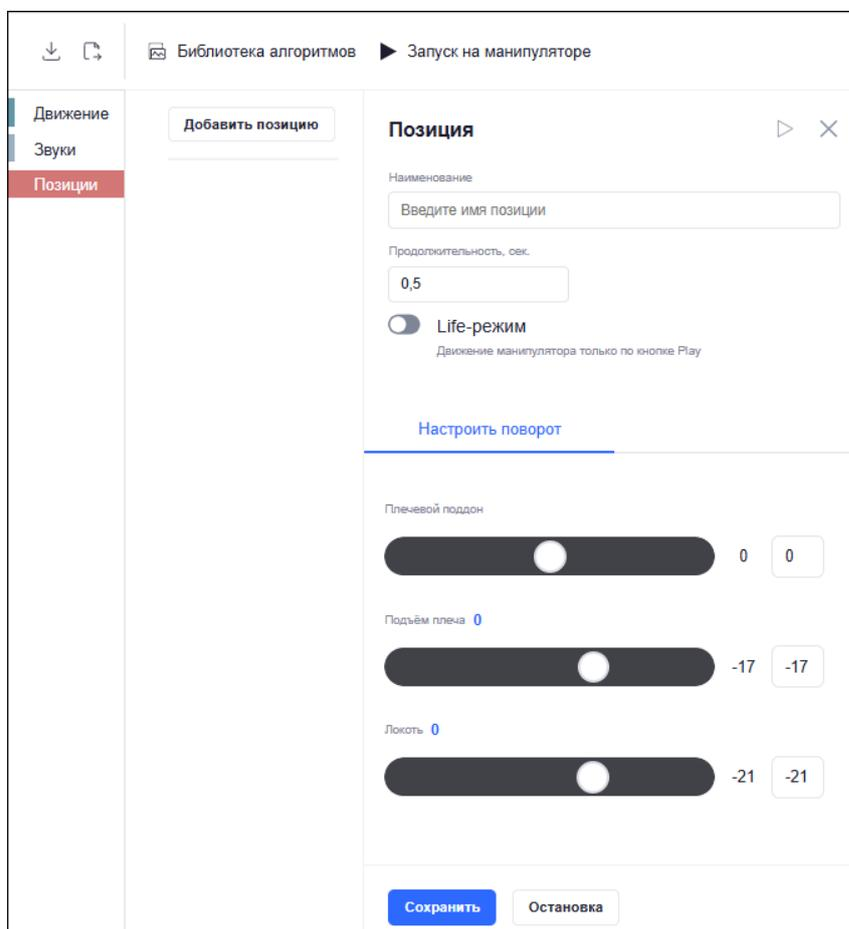

Рисунок 44 – Раздел «Позиции»
- Раздел «Позиции» содержит кнопку «Добавить позицию», при нажатии на которую открывается форма для создания позиции манипулятора. Форма содержит (Рисунок 44):